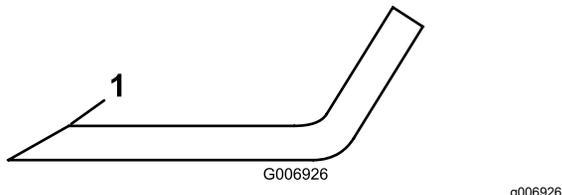

Figura 72
4. Inspeccione los filos de corte de todas las cuchillas. Afile los bordes de corte si están romos o tienen mellas; afile únicamente la parte superior del filo y mantenga el ángulo de corte original para asegurar un afilado correcto (Figura 72).